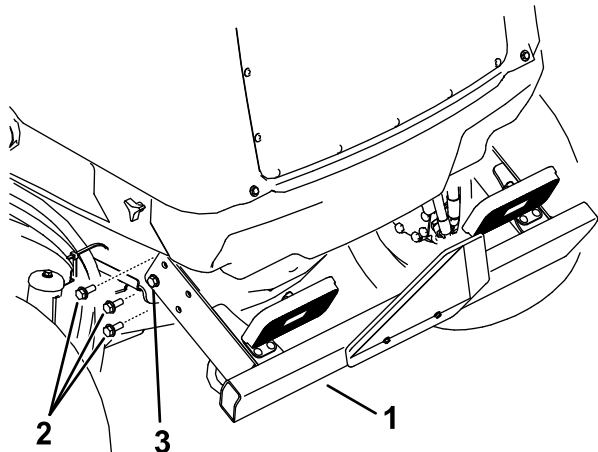

Figure 79
2. Retirez les 3 vis à embase de chaque côté du pare-chocs arrière, comme montré à la Figure 79.